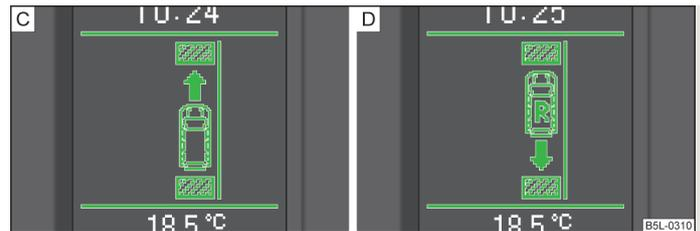

Abb. 103 Informationsdisplay: Hinweis für das Einlegen des Vorwärtsgangs **C** bzw. des Rückwärtsgangs **D**
- Im Falle, dass nicht in einem Zug eingeparkt werden kann, wird das Einparken mit weiteren Schritten fortgesetzt. Wenn im Informationsdisplay der Pfeil nach vorn blinkt  » **Abb. 103**, dann den 1. Gang einlegen bzw. den Wählhebel in Stellung **D** stellen.
- Wenn im Informationsdisplay der Pfeil nach hinten blinkt  » **Abb. 103**, dann erneut den Rückwärtsgang einlegen bzw. den Wählhebel in Stellung **R** stellen.